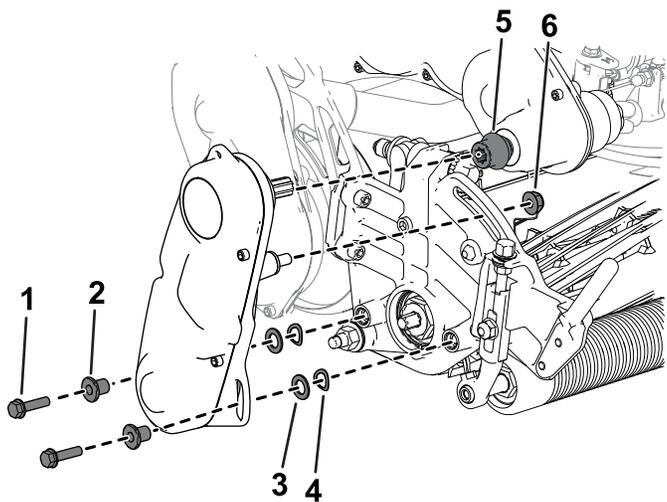

Figure 33
- Fixez le système d'entraînement du cylindre à la plaque latérale de l'unité de coupe à l'aide des vis à tête creuse, des rondelles et des entretoises retirées précédemment (Figure 33).
Veillez à installer l'arbre d'entraînement du cylindre sur le coupleur de l'arbre d'entraînement de la transmission (Figure 33).